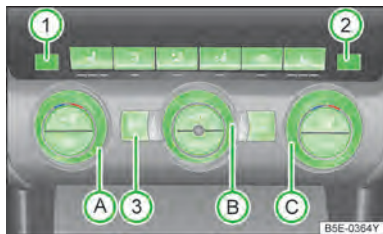

图 124
- ▶ 按压按钮 AUTO» 图 124，见第 86 页。
- ▶ A/C» 图 124，见第 86 页已接通。
- 按钮[SYNC]中的指示灯不亮起。向左或右转动调整旋钮[A]»图124, 见第86页, 可以降低或提高温度。
- 按钮[SYNC]中的指示灯亮起。向左或右转动调整旋钮[C]»图124, 见第86页, 可以降低或提高温度。
向左或右转动调整旋钮[B]»图124, 见第86页, 可以降低或提高鼓风机调速档。